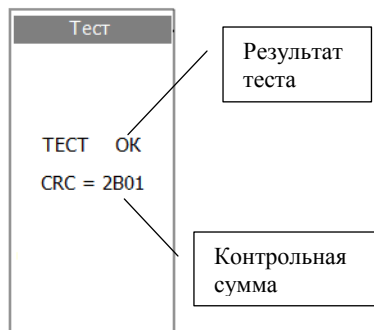

Рис. 33
- вывод результаты тестирования на ЖК индикатор (рис. 33).